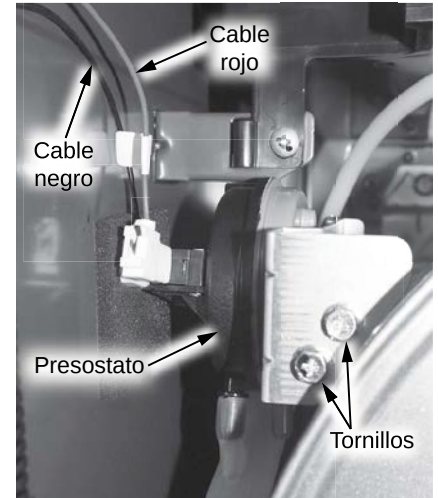

Figura 71 - Ubicacin del presostato.
4 Ubique el presostato en el lado superior izquierdo del calentador de agua. Consulte la Figura 71.
5 Desconecte el mazo de cables negro del conector comn (C) y el mazo de cables rojo del conector normalmente cerrado (NC). Consulte la Figura 71.
6 Retire y conserve los dos tornillos que fijan el presostato al calentador de agua. Consulte la Figura 71.
- 14** Vuelva a conectar el mazo de cables negro en el conector (C) común. Vuelva a conectar el mazo de cables rojo al conector normalmente cerrado (NC). Consulte la Figura 71.